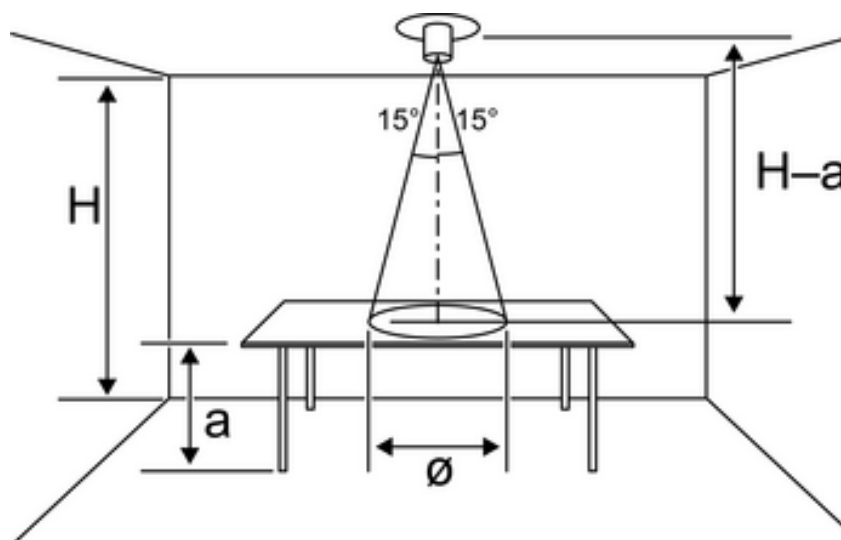

Figure 2: Tube de conduction de la lumière à détection droite
- Monter le régulateur de luminosité au plafond de la pièce droit au dessus de la surface de travail (figure 2).
Le régulateur se situe directement au-dessus de la surface de travail (figure 2).